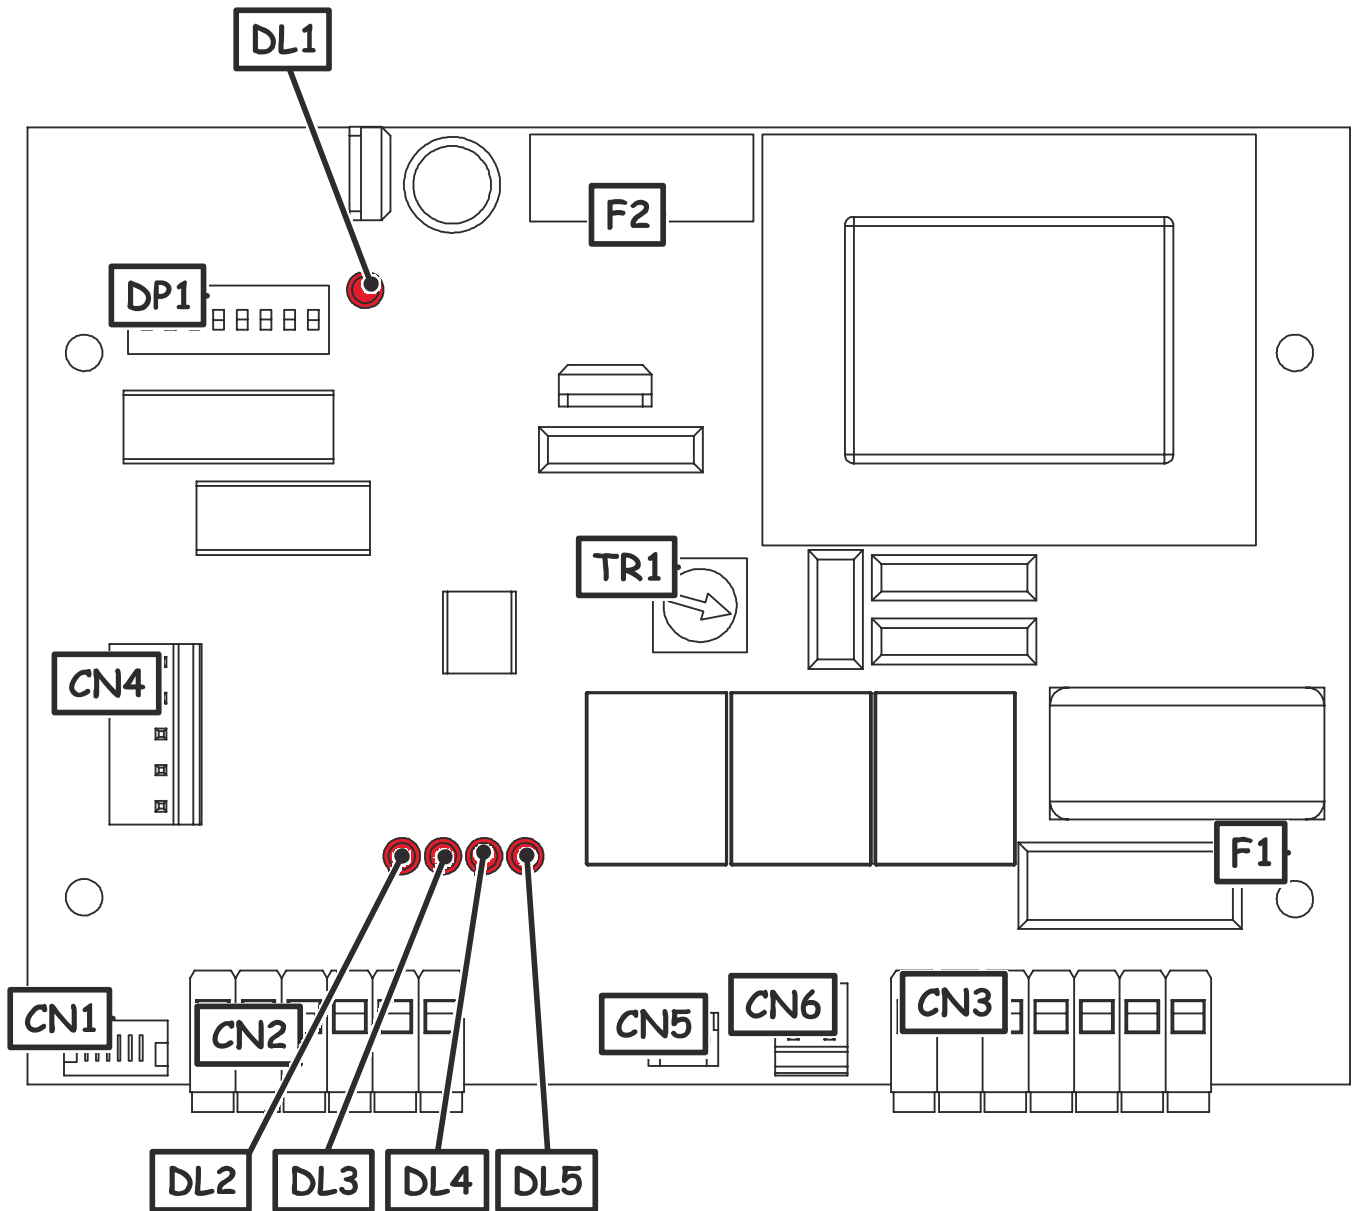

Fig. 1
3. LAY-OUT SCHEDA (Fig. 1)	pag.2
3. LAY-OUT SCHEDA (Fig. 1)